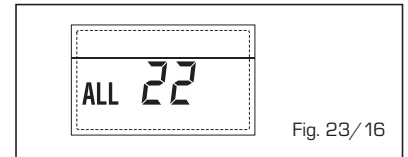

Fig. 23/16
- **ANOMALÍA AVERÍA SONDA IMPULSIÓN SEGUNDA ZONA MEZCLADA "ALL 23" (fig. 23/17)**